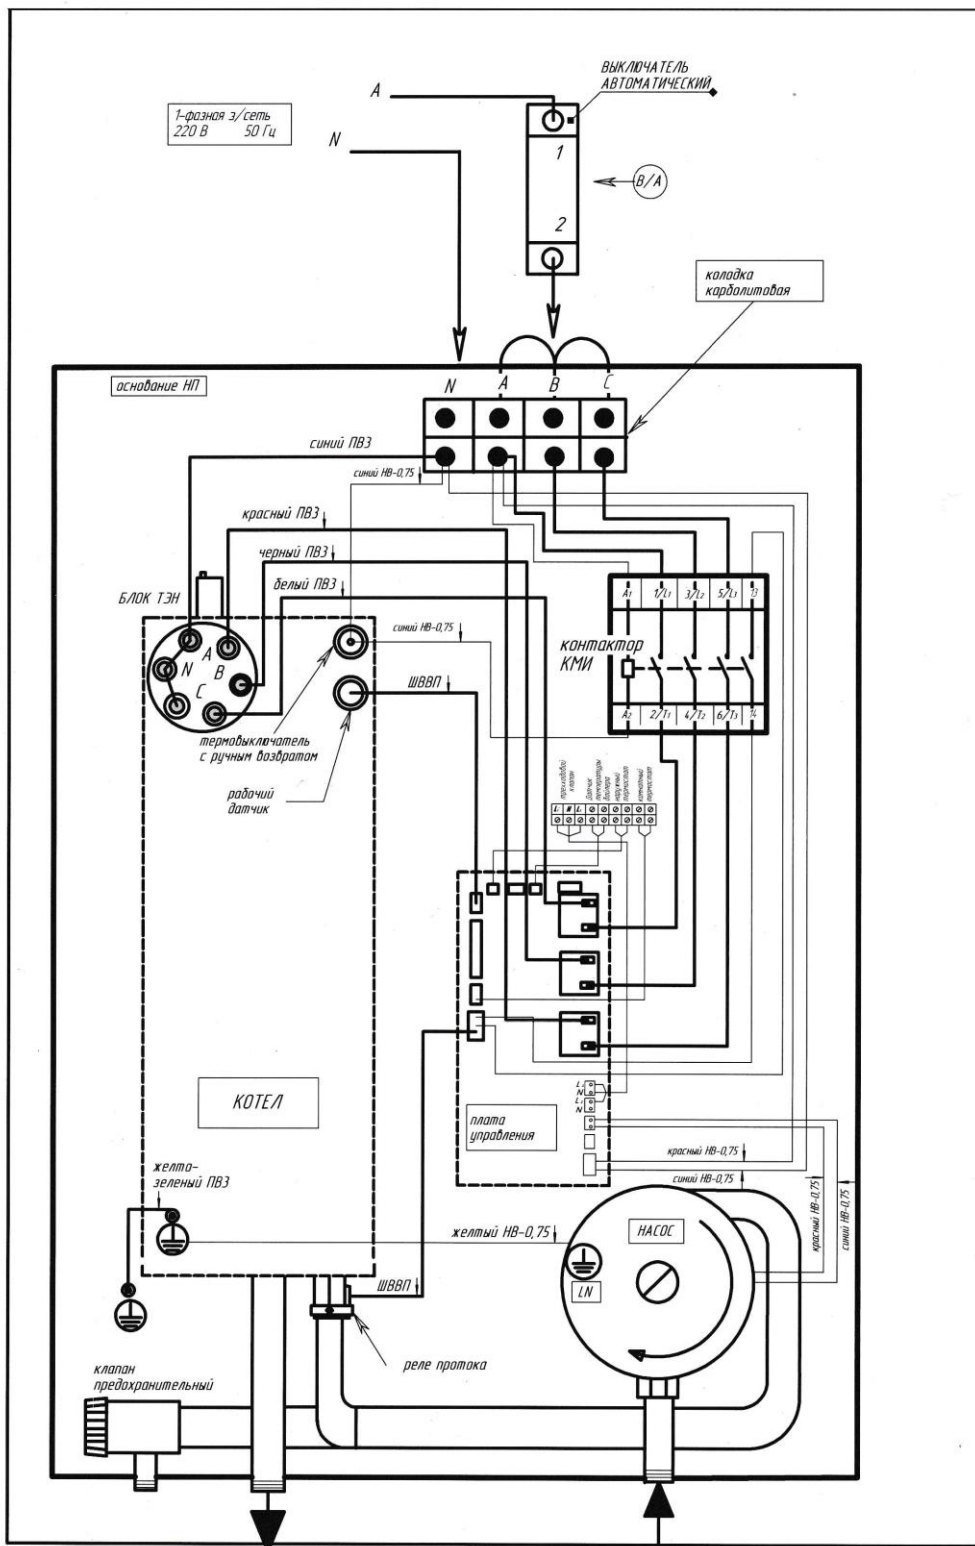

Рисунок 7
- 9.6 К прибору, с помощью клеммой колодки 13 (см. рис. 7 стр.14) могут быть подключены дополнительные устройства – комнатный и наружный термостаты, бойлер косвенного нагрева.